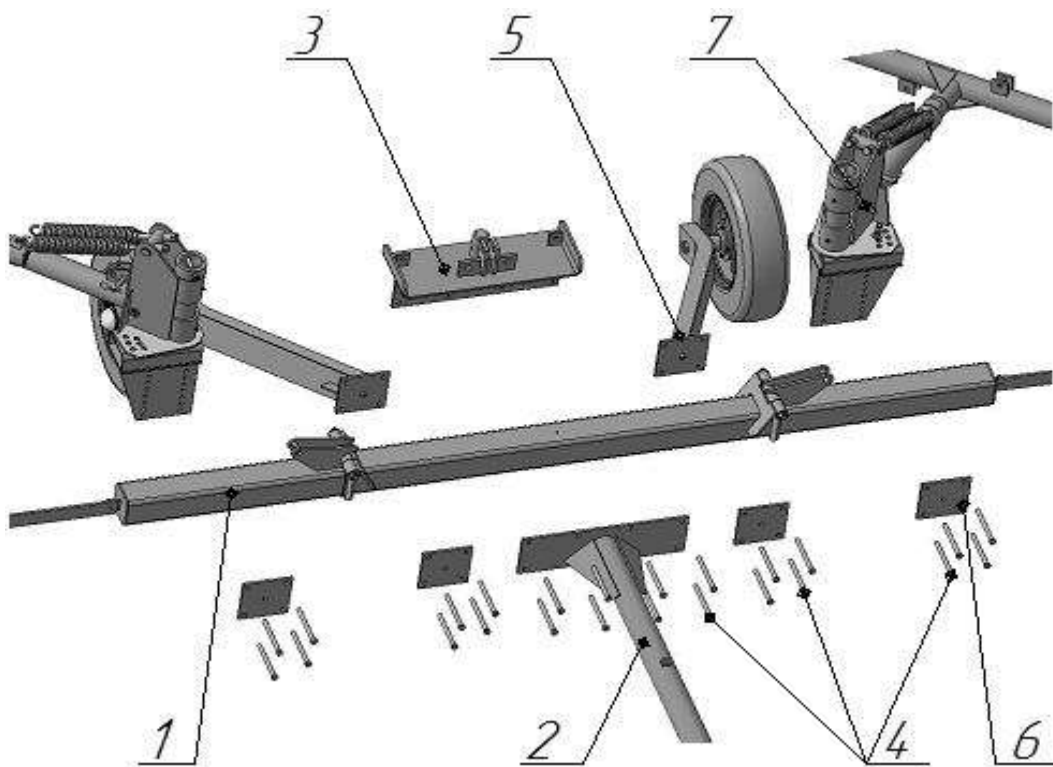

Рис.8 Порядок досборки граблей.
7.2.1 Установите на подставки балку 1 и сницу 2. Соедините сницу с балкой с помощью кронштейна центрального 3, используя восемь болтов М12х140 поз.4, шайб пружинных и гаек М12 (рис. 8).
7.2.3. Установите кронштейны опорных колес штифтами 5 в отверстия балки 1, приложите с обратной стороны пластины 6 и закрепите болтами (M12x140) 4, при этом с надписью «Левая» - на левую сторону балки, с надписью «Правая» - на правую сторону (рис. 8).
7.2.4 Соедините плиту стойки поворотной 7 с балкой 1, приложите с обратной стороны пластины 6 и закрепите болтами (12x140) 4.(рис.8)